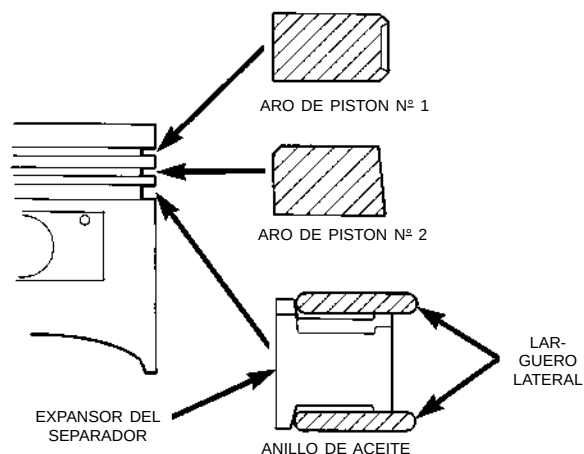

Fig. 81 Instalación de los aros de pistón
(1) Instale los aros con las marcas de identificación de fábrica mirando hacia arriba, hacia la parte superior del pistón (Fig. 81).
(2) Instale primero el larguero lateral superior y después el inferior.
(3) Instale el aro de pistón N° 2 y después el N° 1 (Fig. 81).